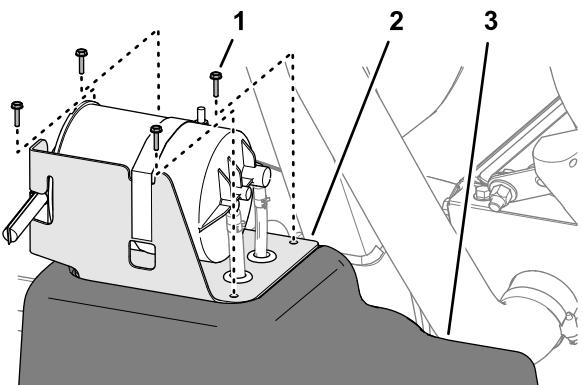

図 71
- 燃料タンク部分で、カーボンキャニスタ用ブラケットを燃料タンク上部に固定しているねじ#10 x  $\frac{3}{4}$ " 4本を外す図 71。